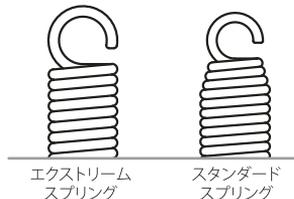

図 11
- ・ 付属のスタンダードスプリングとエクストリームスプリングでは形状が異なります。交換の際はご注意ください (図 11)。